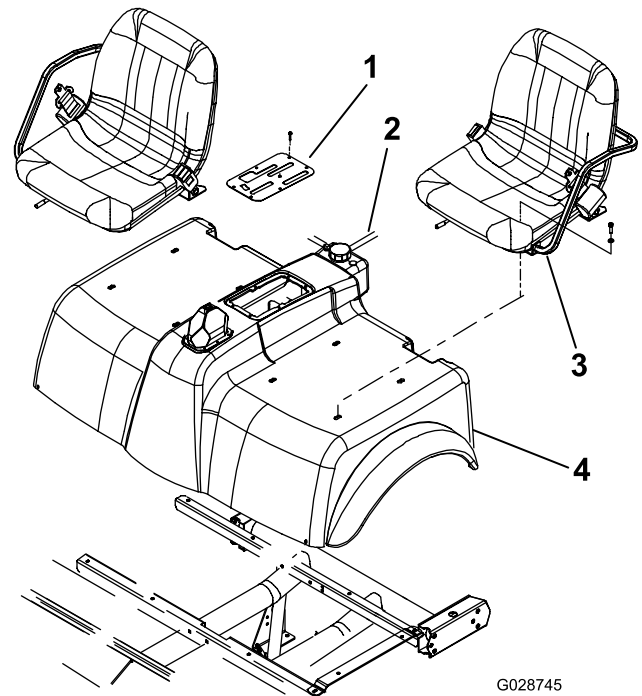

Figure 6
- Retirez les 6 vis qui fixent le bord extérieur de la plaque de protection de la console centrale au cadre et déposez la plaque de protection (Figure 6).
- Débranchez le flexible de réservoir du radiateur et bouchez ou pincez le flexible pour retenir le liquide de refroidissement (Figure 6).
- Retirez les 8 vis qui fixent les sièges et le carénage aux supports (Figure 6). Déposez les sièges et le carénage.